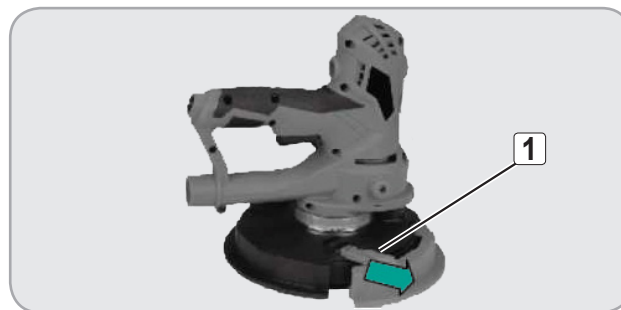

Fig.8
- Apăsați butonul de dezasamblare a discului Fig 8